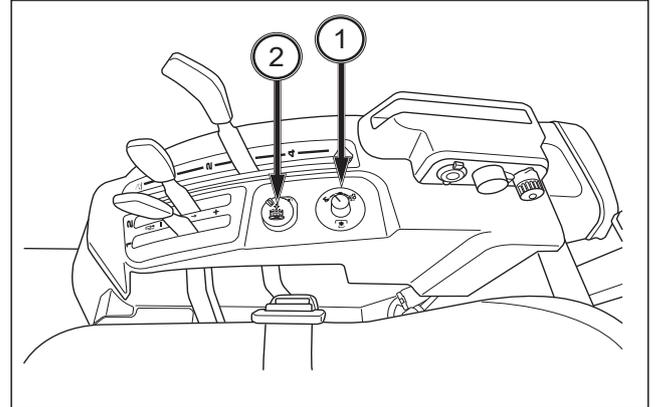

FIG. 92
FIGS. 92: Para seleccionar el modo de conmutación de la TDF: de acuerdo con los accesorios, cada modo, como se indica en la tabla 5, puede ser seleccionado por el modo del interruptor de la TDF (1)
FIGS. 92 & 93: Para seleccionar la TDF trasera: asegúrese de que el interruptor de la TDF (2) está apagado y, a continuación, desplace la palanca selectora de la TDF trasera (3) para engranar la TDF.
FIGS. 92, 93, 94 & 95: Para seleccionar la TDF de estacionamiento: asegúrese de que todos los interruptores y palancas (incluida la palanca selectora de la TDF media) están en posición de punto muerto, aplique el freno de estacionamiento y confirme que el interruptor de modo de la TDF (1) no está en la posición automática.